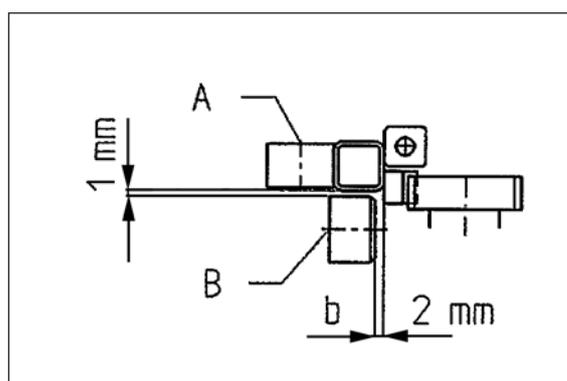

Рисунок 6.11.
Зазор (b) между задней стороны рейки и направляющими роликами В должен быть 2 мм (рисунок 6.11). Если зазор не соответствует допуску, установочную плиту подъёмного механизма следует отрегулировать.
2. Регулирующие направляющие ролики В отрегулировать (смотри рисунок 6.11), чтобы шестерни были в середине рейки. Зазор между направляющими роликами и крайними балками мачты следует отрегулировать на 1,0 мм.